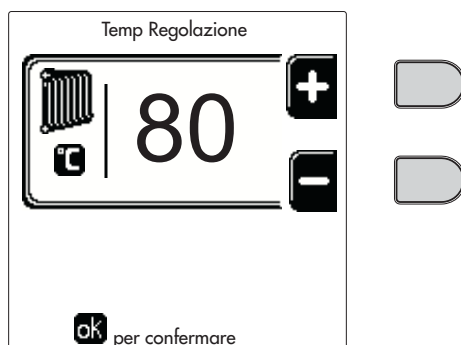
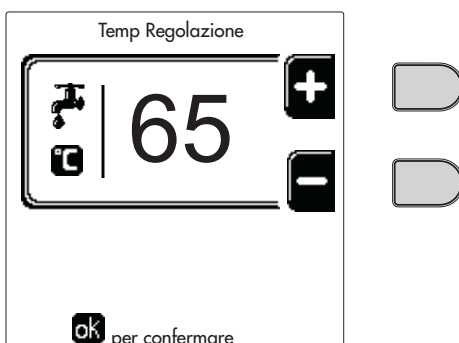

fig. 12
fig. 14
- **ON**. In caso di richiesta Riscaldamento/Sanitario, la caldaia lavora alla Temperatura di Regolazione Riscaldamento/Sanitario (fig. 12/fig. 14) impostata.
- **🔧**. In caso di richiesta Riscaldamento/Sanitario, la caldaia lavora alla Temperatura di Regolazione Ridotta. La temperatura Ridotta si ottiene sottraendo il valore della Temperatura Regolazione Riduzione (fig. 13/fig. 15) alla Temperatura di Regolazione Riscaldamento/Sanitario (fig. 12/fig. 14) impostata.